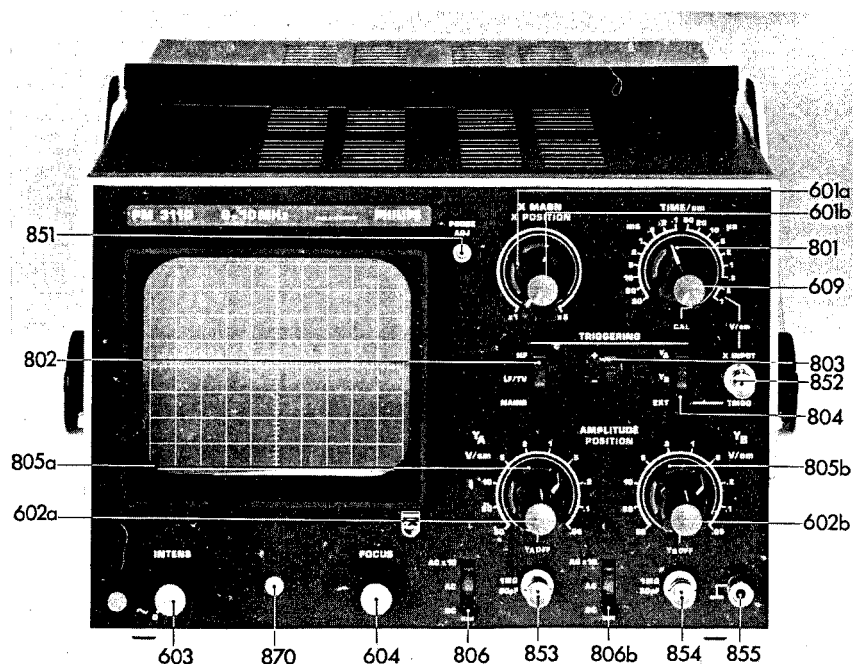

Fig. 4. Organes de commande
2.2. RACCORDEMENTS ET ELEMENTS DE COMMANDE (Fig. 4)